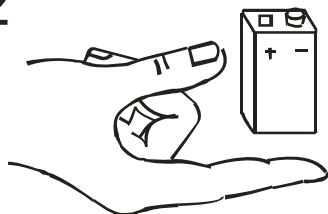

Рис. 3
- открыть замок (по Вашему коду) при полном разряде батарей (рис. 3) и др.
В случае полного разряда батарей, когда замок не открывается, его можно открыть по Вашему коду, подключив к клеммам аварийного питания (рис. 3) источник питания напряжением 9 - 13 V (например, батарея "КРОНА"). Полярность подключения – любая.